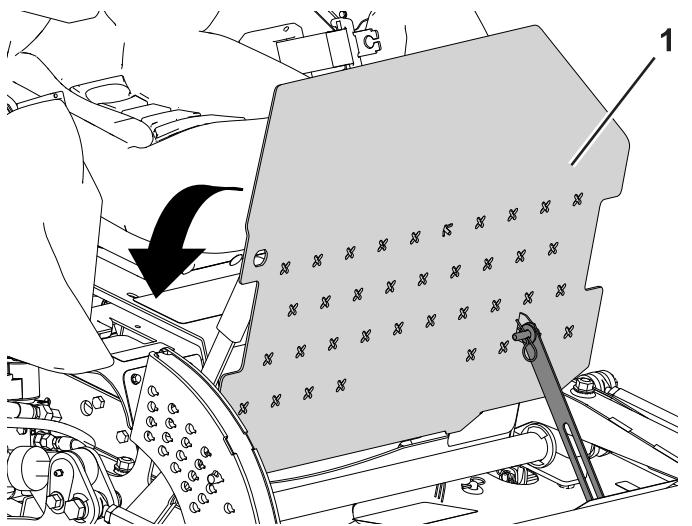

Рисунок 49
- Наклоните платформу оператора в фиксированное положение (Рисунок 49).